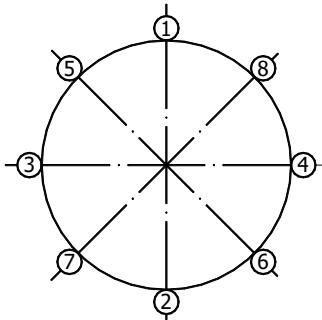

Рис.7
4.3.11 Затяжку болтов (шпилек), крепящих ППР к фланцам на трубопроводе, производить поочерёдно по диаметрально противоположным парам (см. рис.7), при этом необходимо избегать чрезмерно больших усилий. Рекомендуемый момент силы при закручивании гаек в зависимости от исполнения ППР приведен в таблице 2.